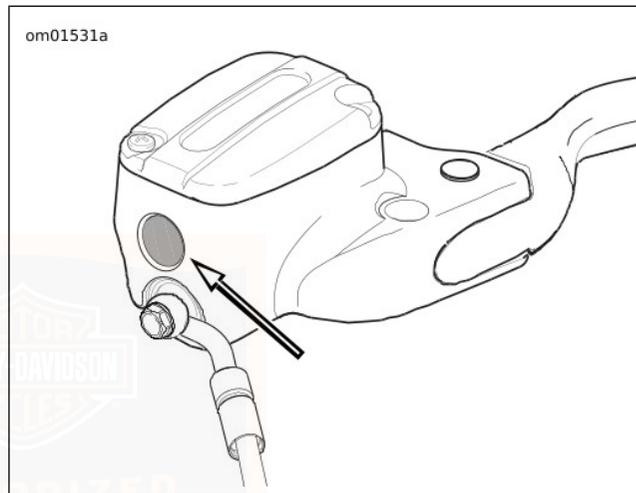

Figura 73. Spioncino del serbatoio della frizione
2. Vedere Figura 73. Controllare lo spioncino sul serbatoio. Verificare la presenza di liquido. In presenza di liquido, lo spioncino appare scuro. Se lo spioncino non è tutto scuro, procedere alla fase seguente.